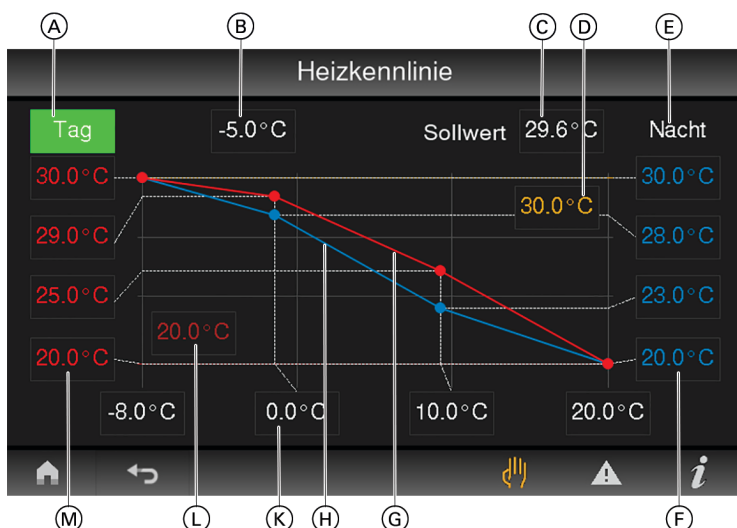

Рис. 2
7. Установите нужную область диаграмм: Выберите нажатием нужное заданное значение температуры на диаграмме (рис. 2,  и ) и/или наружную температуру (рис. 2, ).